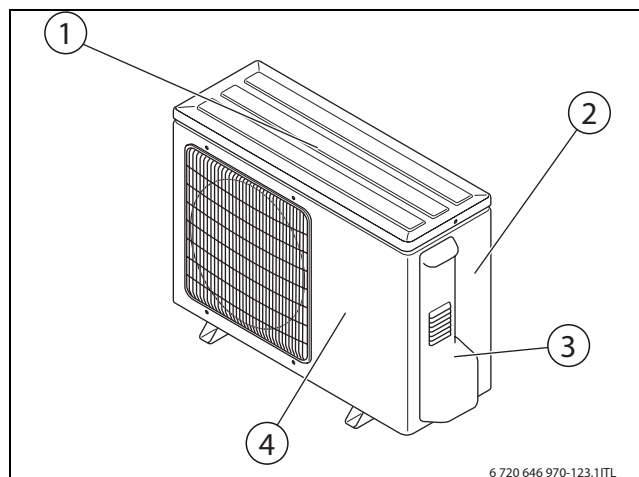

Bild 78 Verkleidung der Außeneinheit abnehmen
- ▶ Serviceabdeckung abnehmen (→ Bild 78, Seite 112).